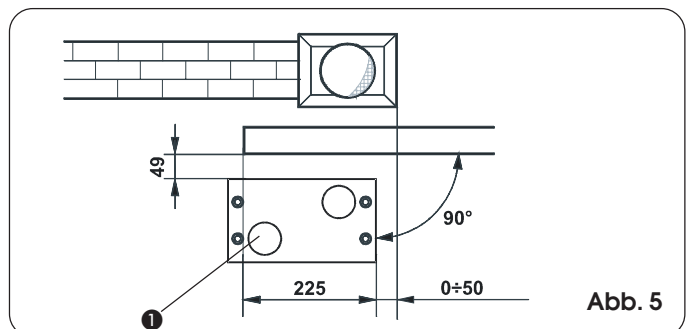
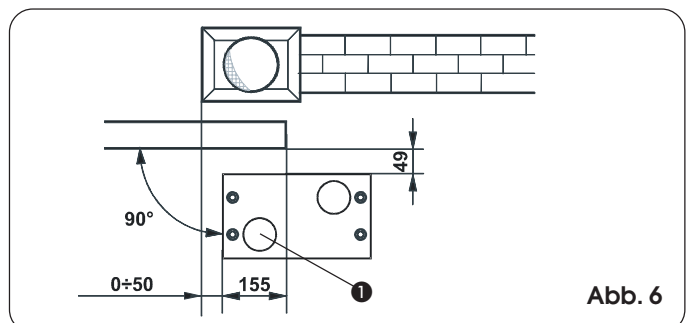

Abb. 5
Abb. 6
- Die Gründungsplatte ist laut Angaben in Abb. 5 (Schließen rechts) oder Abb. 6 (Schließen links) zu positionieren, um das ordnungsgemäße Eingreifen zwischen Ritzel und Zahnstange zu gewährleisten.